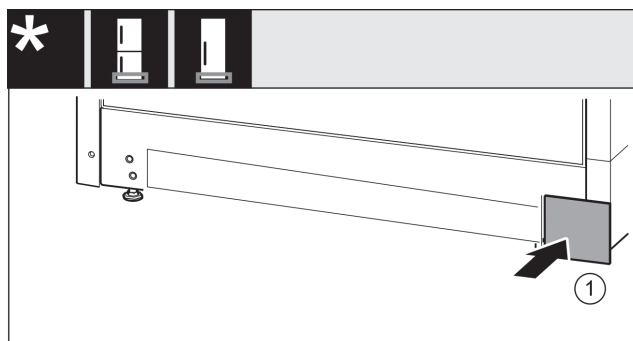

Fig. 16
- ▶ Kryt opět nasadte na druhé straně. Fig. 16 (1)